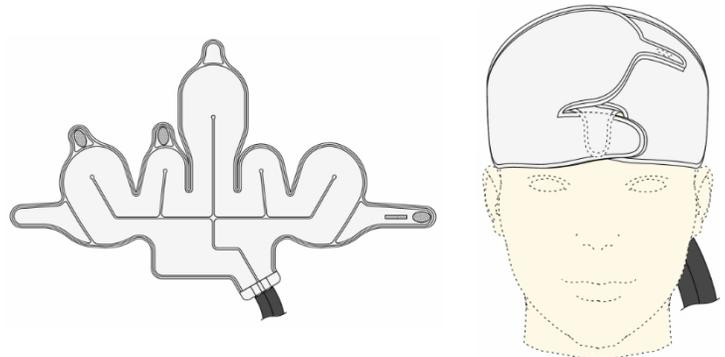

Figure 3. Enveloppe de refroidissement
L'enveloppe de refroidissement (brevet en instance, figure 3) est conçu pour être enroulé autour de la tête du patient afin de personnaliser l'ajustement pour chaque patient.
- L'enveloppe de refroidissement est fabriquée pour faire circuler un liquide de refroidissement à température contrôlée dans les canaux de l'enveloppe (figure 3).